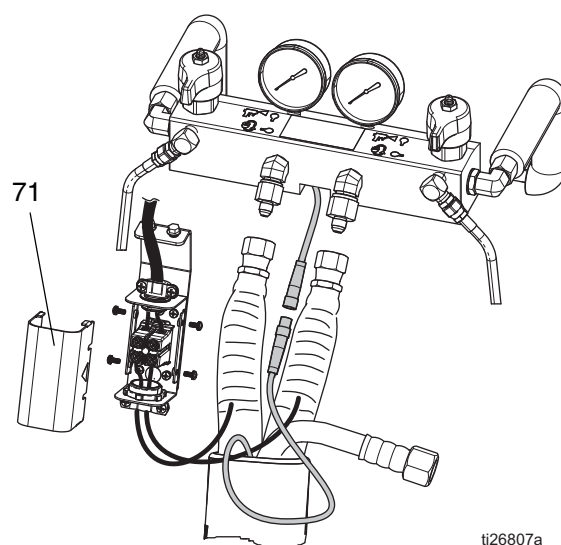

FIG. 71 : Connexion du flexible chauffant à la boîte à bornes
2. Enlever le couvercle (71). Voir FIG. 71.
3. Débrancher les fils du système (139) sur le doseur.
4. Débrancher les fils du tuyau sur le bornier (AS).